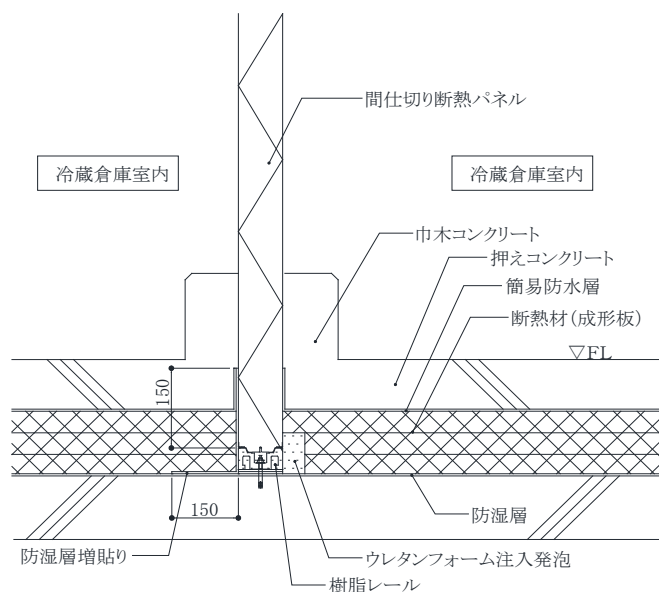

図 A-22 間仕切り断熱パネルを使用した場合の施工例
6) 間仕切り断熱パネルと床断熱との取り合いは、次の方法による。(図 A-22)